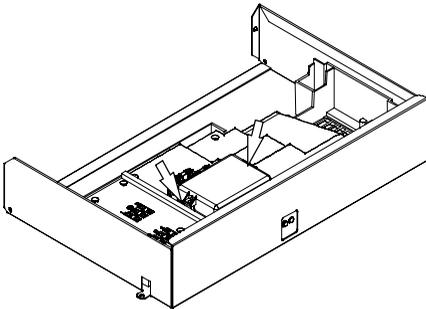

fig. 5.20
- Togliere le due viti indicate in fig. 5.20 e aprire il coperchio della morsettierà collegamento sonda esterna.